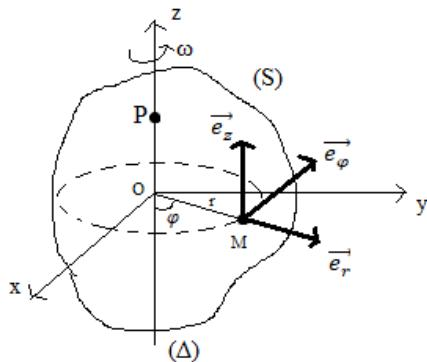

Figure IV.7
Soit un repère fixe R (O, x, y, z), le solide (S) est en rotation par rapport à l'axe (Oz) confondue avec l'axe (Δ). ω est la vitesse angulaire de rotation de (S)/R qui est la même vitesse en tous point de (S). Figure IV.7. Le vecteur de rotation instantanée $\overrightarrow{\Omega_{(S)/R}} = \omega \cdot \vec{k}$.